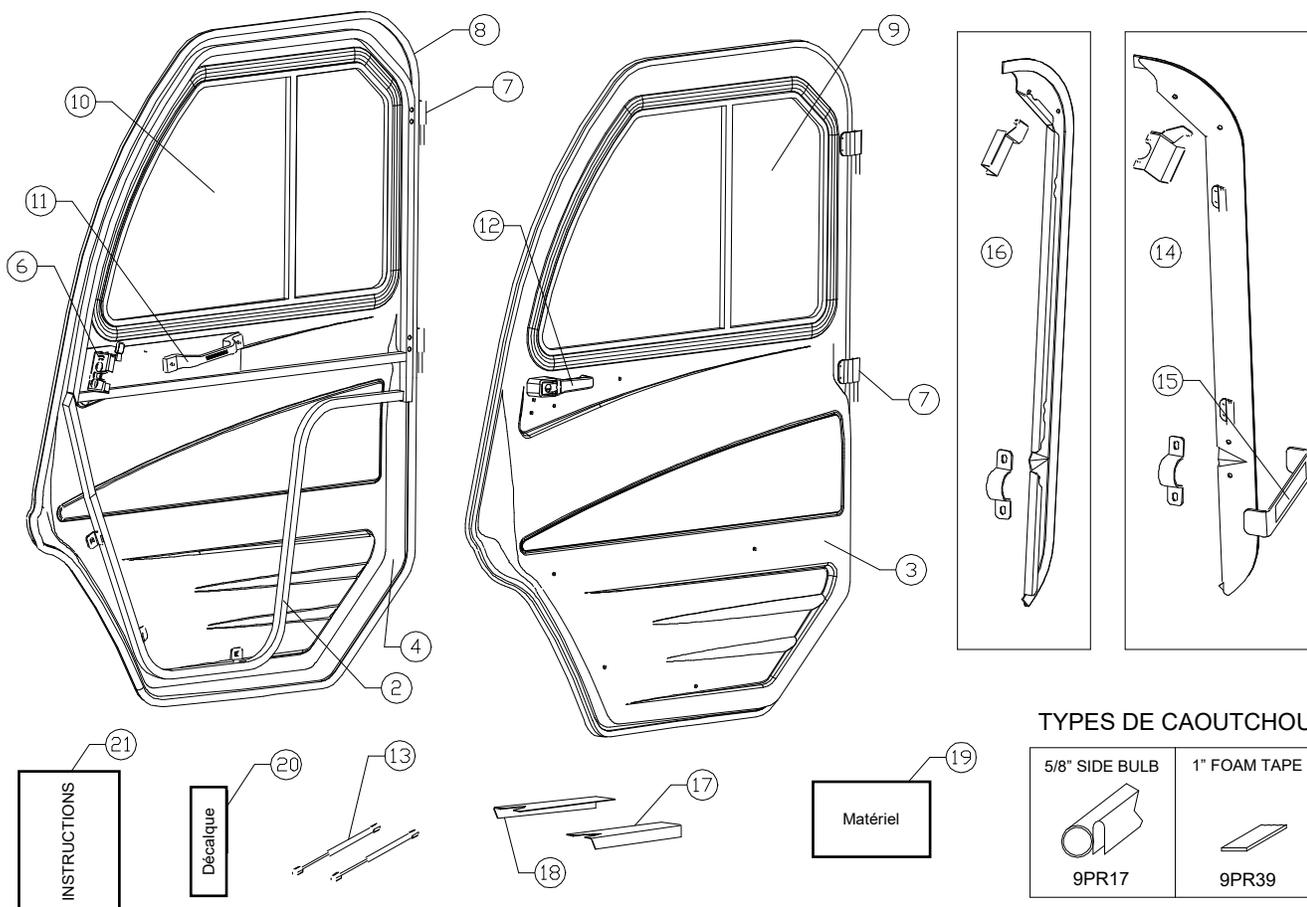

Fig. 6.3 (vue du tube ROPS arrière latéral du conducteur)
6.3 Installez le décalque ROPS fourni indiqué à la figure 6.3 à la surface intérieure du tube ROPS latéral du conducteur comme indiqué. Appliquer sur une surface propre et sèche à température ambiante.